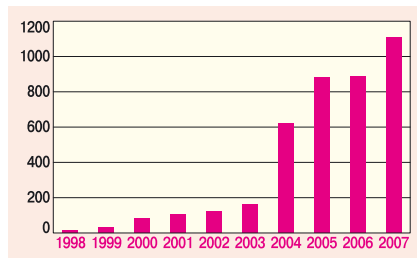

Рис. 1. Развитие рынка солнечной фотоэнергетики Германии, МВт
■ Рис. 1. Графики изменения температуры теплоносителя
Для сравнения на рис. 1 представлены графики изменения температуры теплоносителя у этих котлов при переходе с «ночного режима» на режим «быстрого прогрева».
Анализ зарубежного опыта показал, что действенным стимулом развития энергоснабжения на основе возобновляемых источников энергии (ВИЭ) является законодательное обеспечение. Так, в Германии, признанном мировым лидере применения технологий использования ВИЭ, темпы их развития многократно увеличились после принятия специального закона [1]. На рис. 1 представлены показатели развития рынка фотоэнергетики этой страны.
12–14 июня 2008 г. в Мюнхене (Германия) состоялась самая большая в мире выставка по солнечной энергетике «Интерсолар’2008». Традиционно проводимая ежегодно в г. Фрайбурге (Германия) выставка на этот раз поразила своим размахом. Экспозиции выставки разместились в семи копусах общей площадью 76 тыс. м2 (рис. 1). Свои экспонаты представили более тысячи фирм, в том числе около 40% германских. Выставку посетили около 40 тыс. специалистов.
■ Рис. 1. Общий вид выставки «Интерсолар’2008»